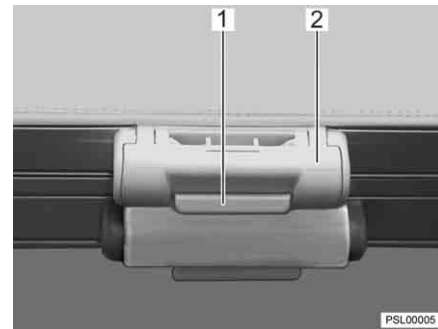

Fig. 24 Verrouillage du store du toit multiple
- Tenir la moustiquaire par la poignée (Fig. 24,2) et pousser la barre de déverrouillage (Fig. 24,1) par la poignée. Le dispositif de verrouillage sera alors débloqué.